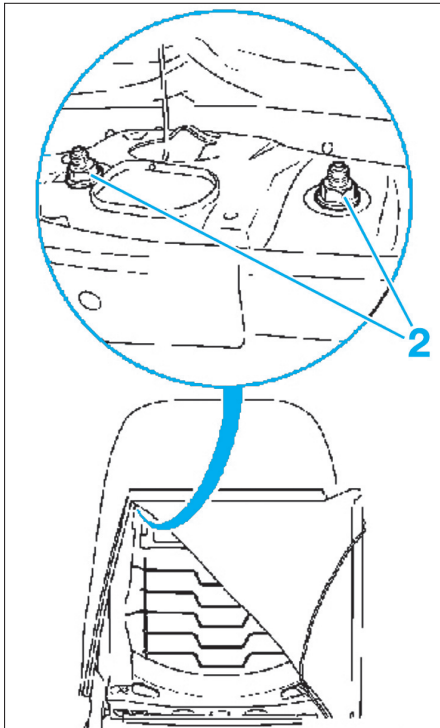

Fig. 9
- Déposer les 2 écrous (2) (Fig.9).